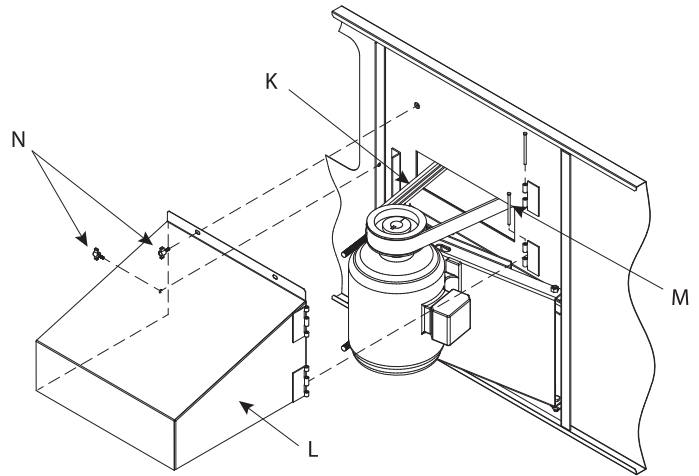

图17b - 电动机保护罩和高强皮带的安装
7. 将高强皮带（K）绕在通风机和电动机的皮带轮上。（见图17b）利用“J”型螺栓上的螺母来调整皮带松紧度。不要调得过紧。用手在皮带中心位置上加适当的压力，其水平方向上的挠度约为19mm。
10. 装上电动机保护罩（L），对上铰链，插入铰链销（M），见图17b。